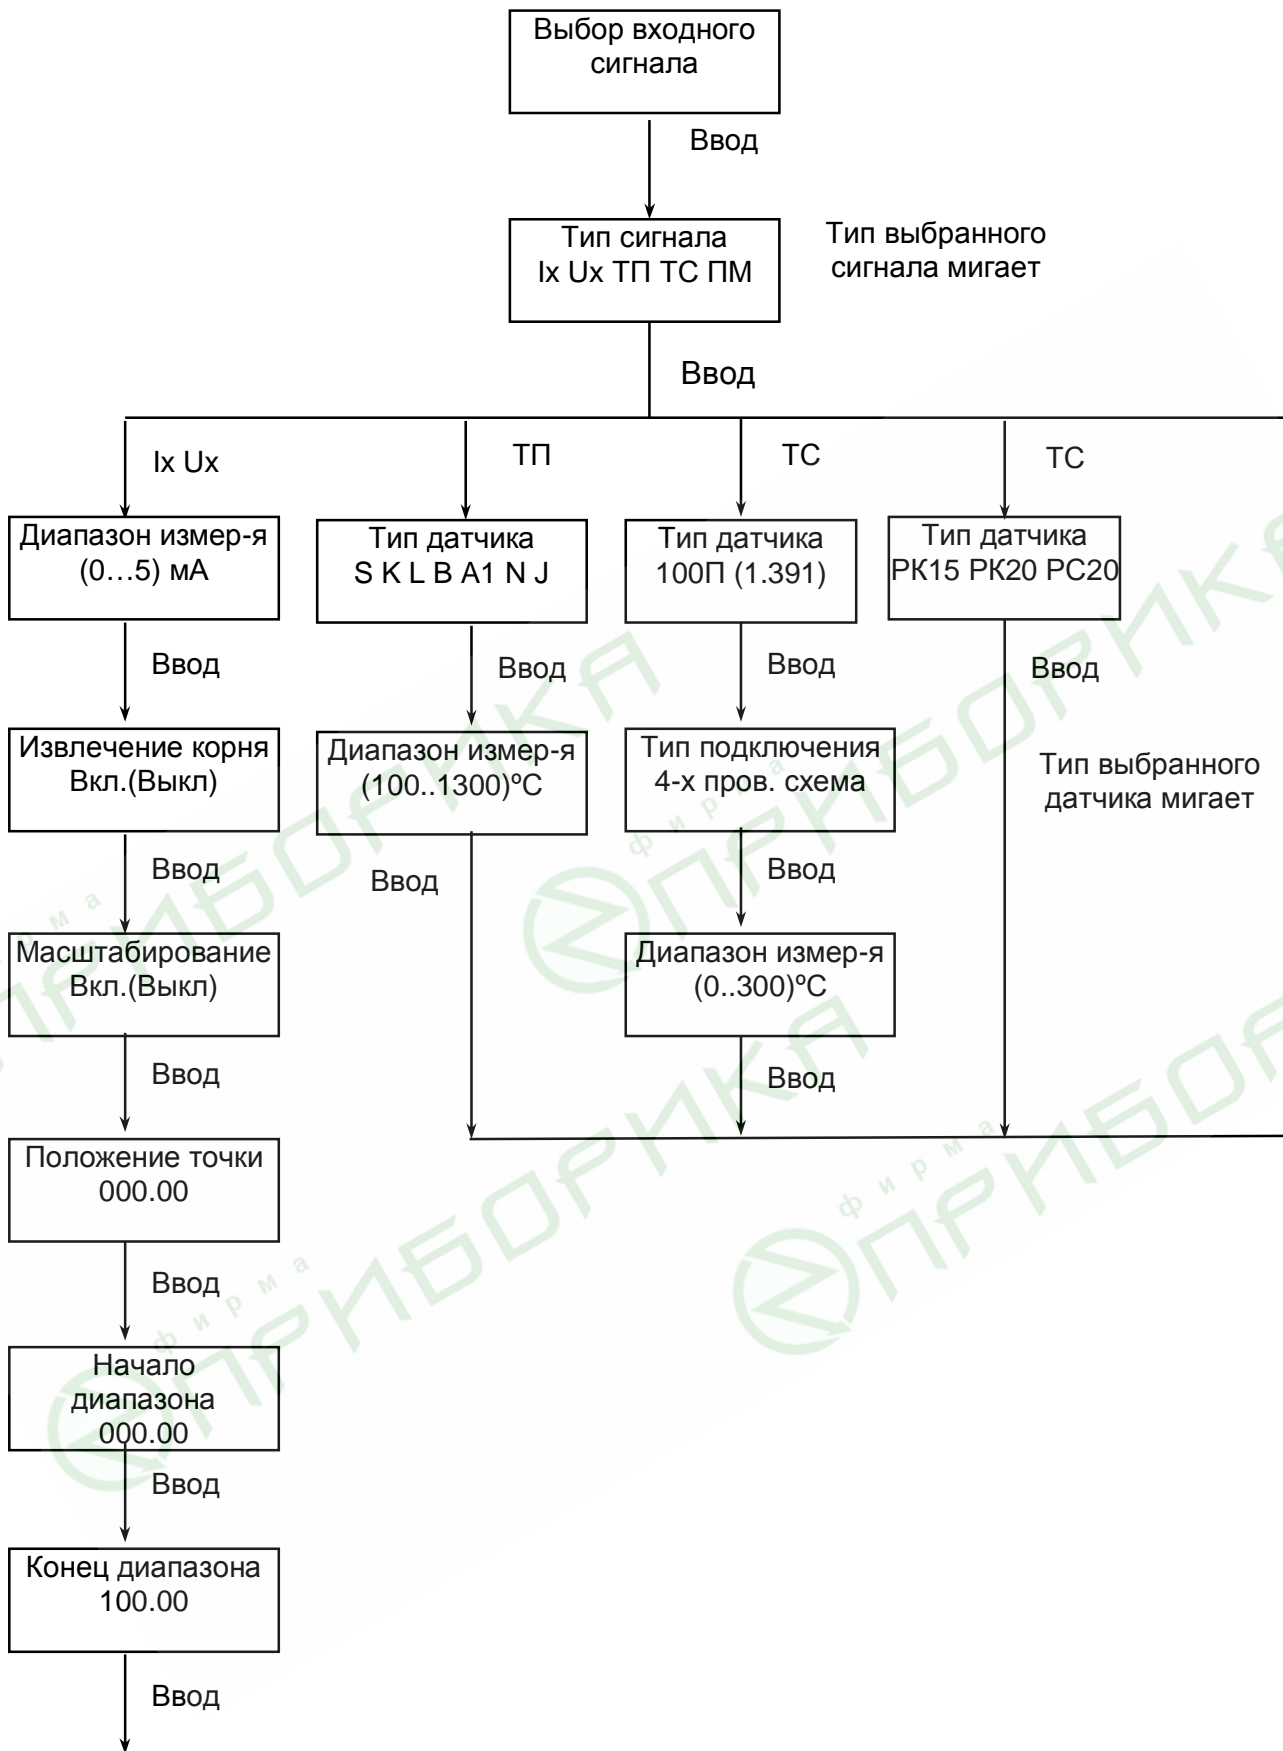

Рисунок 7 – Алгоритм выбора входного сигнала
- 2) сделать все установки в пункте меню «Выбор входного сигнала» (смотри рисунок 7);